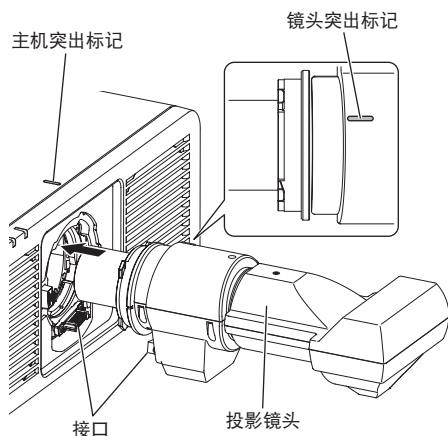

图1
1) 将投影镜头上的突出标记与主机上的突出标记对准，并将其完全插入（图1）。